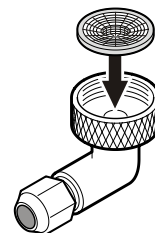

Figure 16
- Insérer le filtre à eau fourni dans l'adaptateur de diamètre extérieur, la cavité orientée vers le bas (Figure 16).